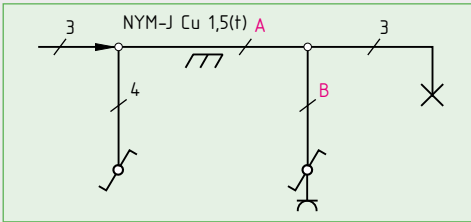

Bild 1: Übersichtsschaltplan
5. **a)** Welche Angaben für die Elektroinstallation entnimmt man dem Übersichtsschaltplan **Bild 1**? **b)** Ermitteln Sie die Aderzahlen für die Leitungsabschnitte A und B.